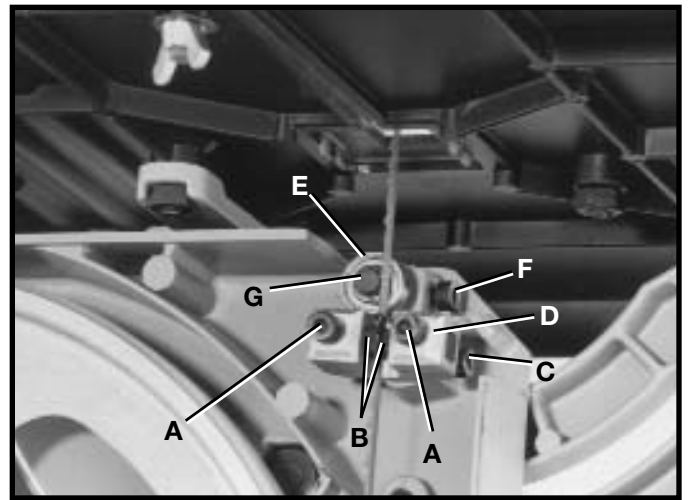

Fig. 24
1. Desserrer les deux vis (A) fig. 24, et déplacer les guides (B) aussi près que possible des côtés de la lame, en étant prudent pour ne pas pincer la lame. Resserrer ensuite les deux vis (A).
2. Le bord avant des blocs guides (B) fig.24, devrait être réglé pour qu'ils soient juste derrière les « gorges » des dents de lame en desserrant la vis (C), et en déplaçant le module (D) vers l'intérieur ou vers l'extérieur au besoin. Resserrer ensuite la vis (C).
3. Le palier de support de lame inférieure (E) fig. 24, devrait être réglé pour supporter l'arrière de la lame durant la coupe et aussi pour empêcher que la lame ne soit poussée trop loin vers l'arrière ce qui pourrait endommager la lame.
Le palier de support (E) fig. 24, devrait être réglé à environ 1/32 po (0,79 mm) derrière la lame en desserrant la vis (F) fig. 24, et en déplaçant l'arbre (G) vers l'intérieur ou vers l'extérieur. Resserrer ensuite la vis (F).
4. Le palier de support de lame inférieure (E) fig. 24, devrait être aussi réglé pour que l'arrière de la lame chevauche le diamètre extérieur du palier à billes d'environ 1/8 po (3,2 mm). Le palier de support de lame (E) est réglé sur un arbre à excentrique. Pour changer la position du palier (E), desserrer la vis (F) fig. 24, et tourner l'arbre (G) fig. 24 et 25, jusqu'à ce que la lame chevauche correctement le palier de support. Puis resserrer la vis (F) fig. 24.